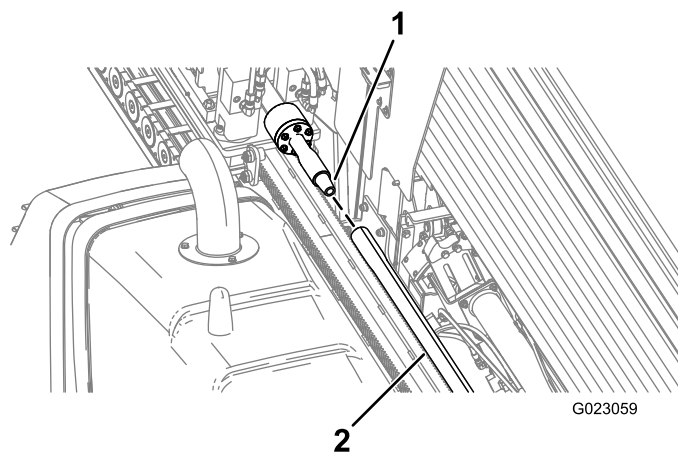

Figura 48
9. Gire el husillo de perforación en sentido horario y mueva el carro lentamente hacia adelante para introducir el husillo en el extremo hembra del tubo (Figura 48).